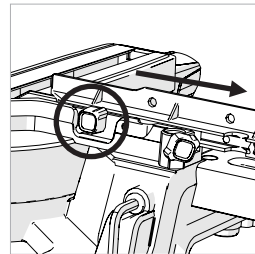

Fig. 28
- Lösen Sie die Flügelschraube. (Abb. 28)